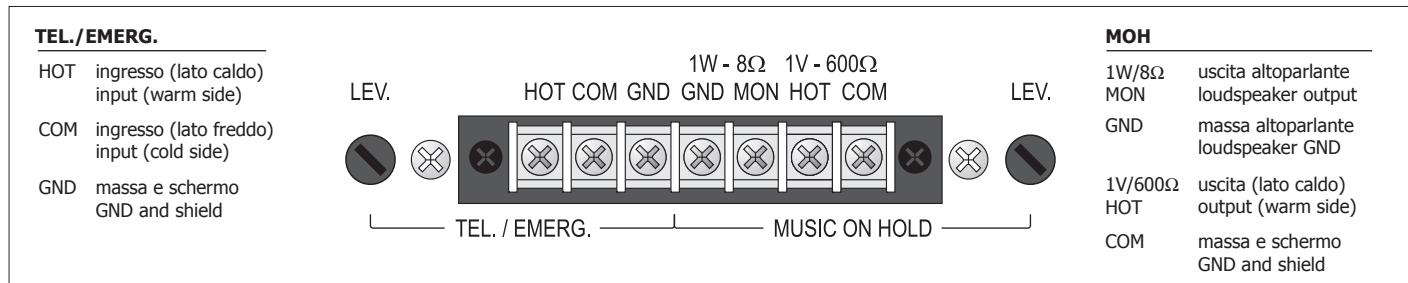

Fig. 4.8.1
A questi morsetti (25) è disponibile il segnale della sola sorgente selezionata sugli ingressi ausiliari (20); tale segnale non è soggetto all'azione di precedenza microfonica o telefonica. In particolare, l'uscita bilanciata a trasformatore (morsetti COM-HOT di fig. 4.8.1) può essere utilizzata per il pilotaggio di un ulteriore amplificatore, di un centralino telefonico od altro; l'uscita di potenza (morsetti MON-GND) è in grado di pilotare direttamente un piccolo altoparlante monitor da 8 ohm con potenza massima di 1 W. È possibile regolare il livello di uscita agendo sul controllo **LEV.** (24).
The signal of the only source selected on the auxiliary inputs (20) is available on these terminals (25). This signal is not affected by the use of telephone precedence. In particular, the balanced transformer output (strips COM-HOT, Fig. 4.8.1) can be used to drive an additional amplifier, a telephone exchange or other equipment. The power output (terminals MON-GND in Figure 4.7.1) is capable of driving directly a small 8 ohm monitoring loudspeaker with a maximum output of 1 W. It is possible to adjust the output level by means of the **LEV.** control (24).